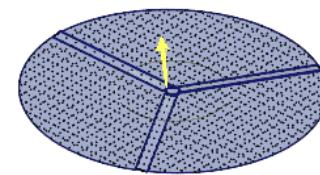

图 5.28 合并 6
- (1) 按住 **Ctrl** 键，选取合并 5 和上一步创建的复制面组为合并对象（选择顺序不能错）。
- (2) 单击 **分型面** 操控板中 **编辑** ▾ 区域的 合并 按钮，此时系统弹出“合并”操控板。
- (3) 定义合并修剪的方向，调整合并方向，如图 5.28 所示。
- (4) 在“合并”操控板中单击 按钮。